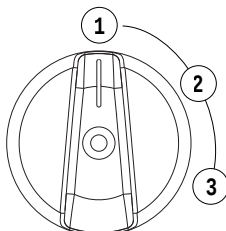

Figura 3-2. Posiciones de PowerDial
1. Consulte Figura 3-2. Gire el PowerDial a CHOKE (3).
4. Consulte Figura 3-2. Cuando el motor arranque, gire el dial Off/Run/Choke a RUN (2). La función de estrangulamiento se va reduciendo a medida que se gira el dial Off/Run/Choke hacia RUN.
3. Consulte Figura 3-2. Gire el PowerDial a OFF (3).
1. Consulte Figura 3-2. Gire el PowerDial de OFF a RUN. Esto abrirá la válvula de combustible y permitirá el arranque.